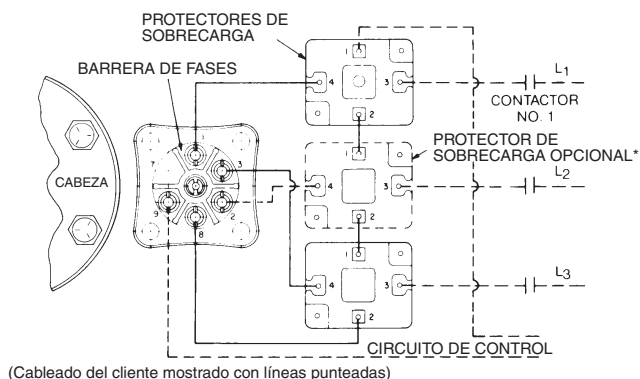

Figura 1
Consulte el diagrama de cableado ubicado al interior de la caja de terminales del compresor así como la Figura 1, donde se indican los puntos de conexión para los cables.
1. Conecte (1) alambre del circuito de control a la lengüeta lateral vacía del protector de sobrecarga (ubicación #1 en el protector de sobrecarga superior, tal como se muestra en la Figura 1 abajo) usando un terminal de cable deslizante para conexión rápida.
2. Conecte (2) alambres de potencia (de L1 y L3) a la ubicación de terminal #3 de los protectores de sobrecarga, tal como se muestra en la Figura 1. Las conexiones son terminales de bandera deslizables para conexión rápida o bien terminales de anillo, dependiendo del modelo y el voltaje. Cerciórese de que los alambres de potencia con los terminales de bandera de conexión rápida estén fijados segura y firmemente a las lengüetas de los terminales de los protectores de sobrecarga.